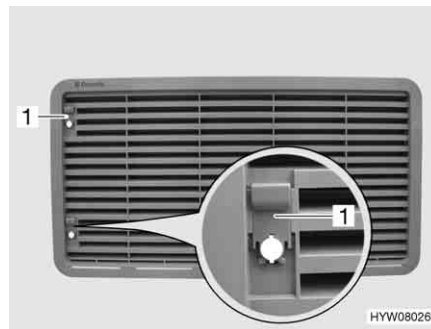

Bild 146 Kylskåpets ventilationsgaller (med spjäll)
- Skjut upp spjället (Bild 146,1).